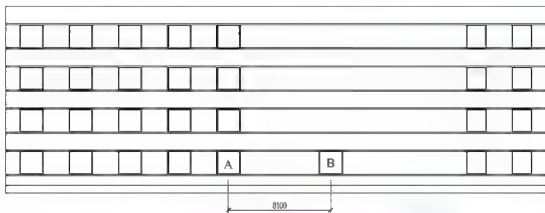

图 4.14 复制生成⑦～⑧轴线之间 1 层的窗洞口
(1) 启动【复制】命令(快捷键 CO)。
① 在选择对象: 提示下, 选择⑤~⑥轴线之间首层的窗洞口 A 并按 Enter 键进入下一步命令。
② 在指定基点或[位移(D)] 位移: 提示下, 在屏幕上任意单击一点作为复制基
点。打开【正交】功能并将光标缓缓向右拖动，输入“8100”（ $8100 = 4200 + 3900$ ）后按 Enter 键结束命令，如图 4.14 所示，这样就复制生成⑦～⑧轴线之间首层的窗洞口 B。